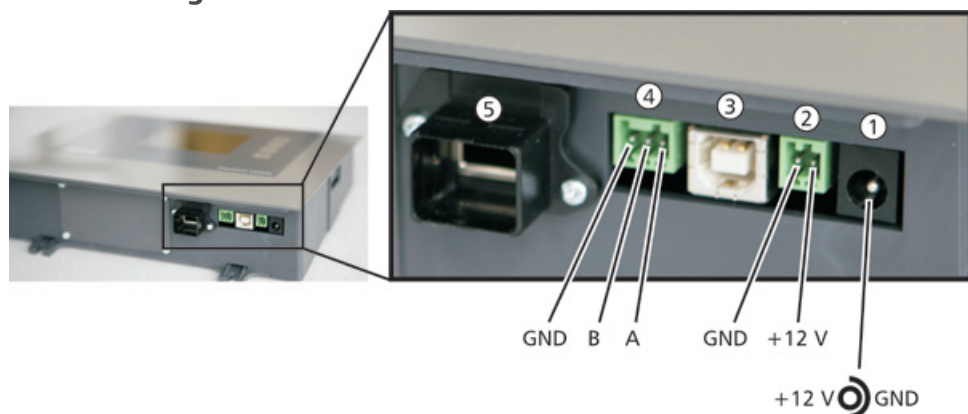

Fig. 2: Collegamenti sul lato inferiore
L'involucro della presa RJ45 (⑤ in Fig. 2, p. 90) è adatto solo al connettore in dotazione *HARTING PushPull RJ45 10G*. I connettori standard RJ45 possono restare incastrati. Rimuovere l'involucro se si intende collegare un connettore standard RJ45. A tal fine, svitare le due viti di fissaggio dell'involucro.